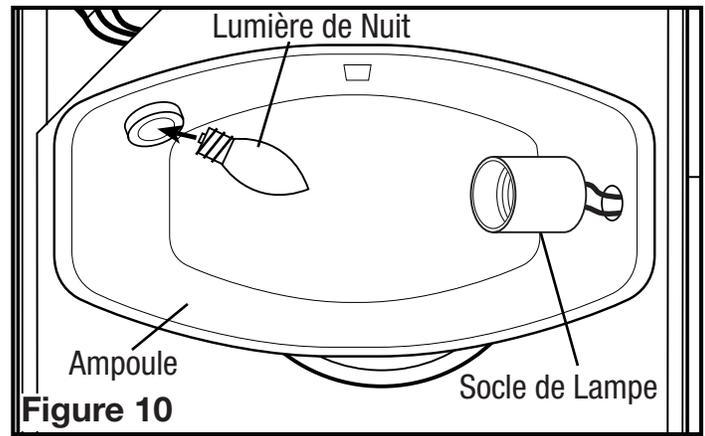

Figure 10
- Installer une ampoule incandescente culot moyen de type A19 (non-comprise).. Installer une ampoule de type C7 d'un maximum de 7 watts (culot de type candélabre) de la lumière de nuit (non-comprise) dans le support de lampe latéral (**Figure 10**).